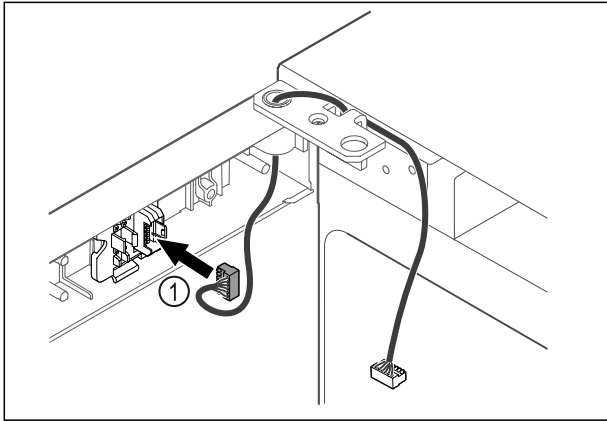

Fig. 43
- ▶ Dugja be a dugót *Fig. 43 (1)* a dugófoglatatba.